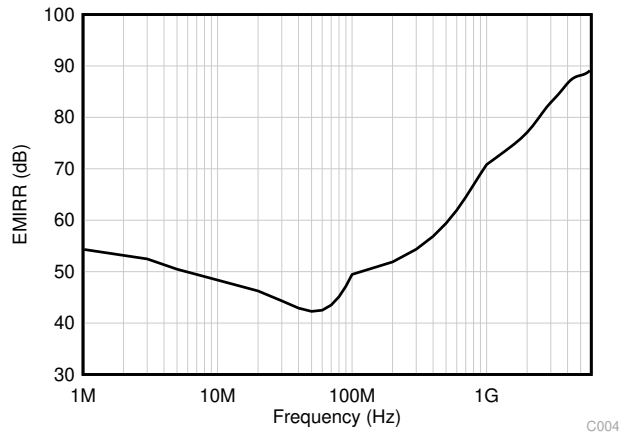

图 7-3. EMIRR 测试
TLV930x 采用集成电磁干扰 (EMI) 滤波来减少无线通信设备、混合使用模拟信号链和数字元件的高密度电路板等干扰源产生的 EMI 效应。采用电路设计技术可改进 EMI 抗扰度；TLV930x 受益于这些设计改进措施。德州仪器 (TI) 已经开发出在 10MHz 至 6GHz 宽频谱范围内准确测量和量化运算放大器抗扰度的功能。图 7-3 显示了对 TLV930x 执行该测试的结果。表 7-1 显示了在实际应用中 TLV930x 在常见特定频率下的 EMIRR IN+ 值。表 7-1 列出了可在下图所示的特定频率或其近似频率下运行的应用。运算放大器的 EMI 抑制比应用报告包含了与运算放大器相关的 EMIRR 性能主题，该报告可在 www.ti.com 上下载。